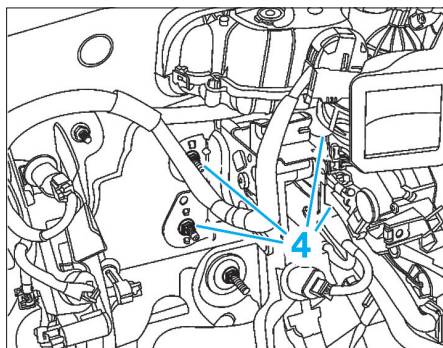

FIG. 16
- les écrous de fixation (4) du servofrein sur le tablier (Fig.16).